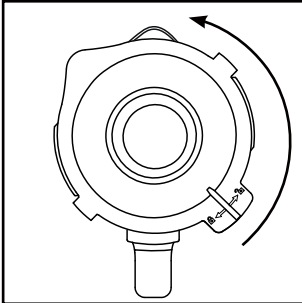

Fig. 1
- 1) Drej blenderkanden ❸ i retning mod uret, indtil pilen ▼ under blenderkandens håndtag står over positionen . Tag blenderkanden ❸ lodret op fra motorblokken ❶.
- 2) Fjern låget ❷ ved at dreje det mod uret i retning af position  (se fig. 1), indtil du kan tage det af oppefra.
- 3) Fyld blenderkanden ❸ mindst op til den nederste streg på skalaen ❹ og maksimalt til MAX-markeringen. For at opnå optimale resultater anbefaler vi følgende maksimale påfyldningsmængder: